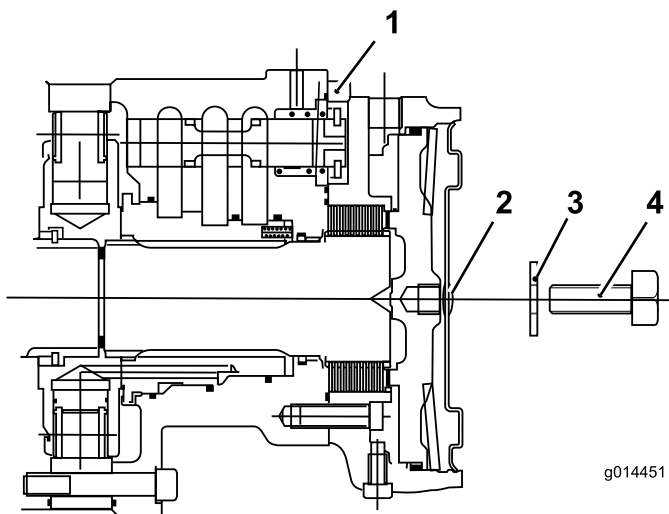

Figura 42
6. Coloque un perno de 12 x 40 mm y una arandela de 12 mm en el taladro en el centro de la placa del extremo del motor (**Figura 42**).
7. Apriete el perno en el taladro roscado del pistón del freno hasta que el freno quede liberado (**Figura 42**).